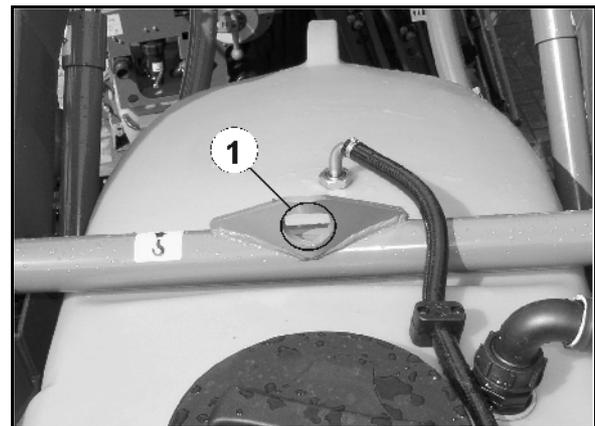
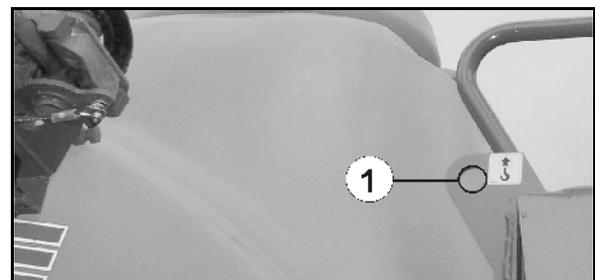

Fig. 93
Fig. 94
- 3000 kg bagest (Fig. 93)
- 1500 kg foran (Fig. 94 / Fig. 95)!
Markredskabet er udstyret med tre løftebeslag (Fig. 93/1, Fig. 94/1, Fig. 95/1).